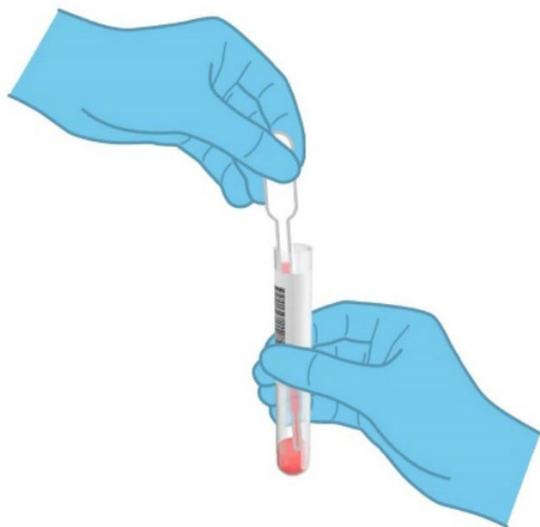

Figure 40. Aspiration de l'échantillon dans la pipette de transfert fournie.
- Ouvrez le tube contenant l'échantillon à tester. Utilisez la pipette de transfert fournie pour aspirer le liquide jusqu'au troisième repère de remplissage de la pipette (c.-à-d., 300 µl) (figure 40).